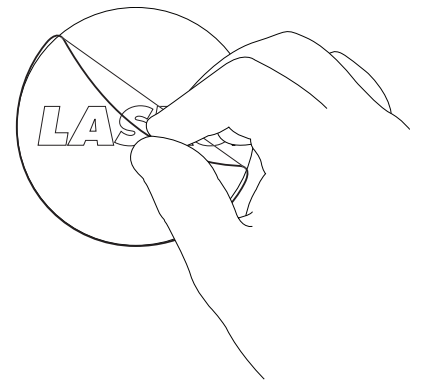

Figura 2
3. Remueva la película de plástico del adorno y deséchela. **(Figura 2)**
Todas las funciones realizadas con el Control Remoto funcionan idénticamente a los controles manuales. **(Figura 2).**
1. Instale la batería (no suministró) como mostrado en la **Figura 2**. La batería es tipo "AAA".